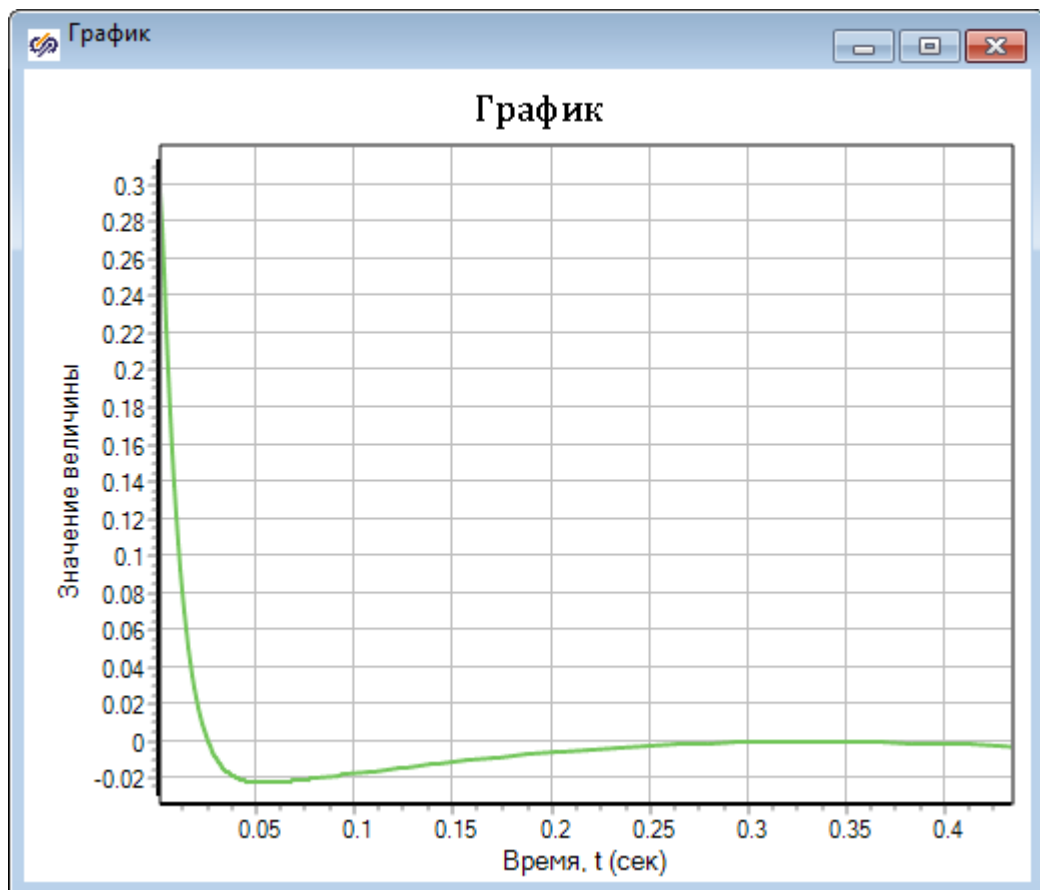
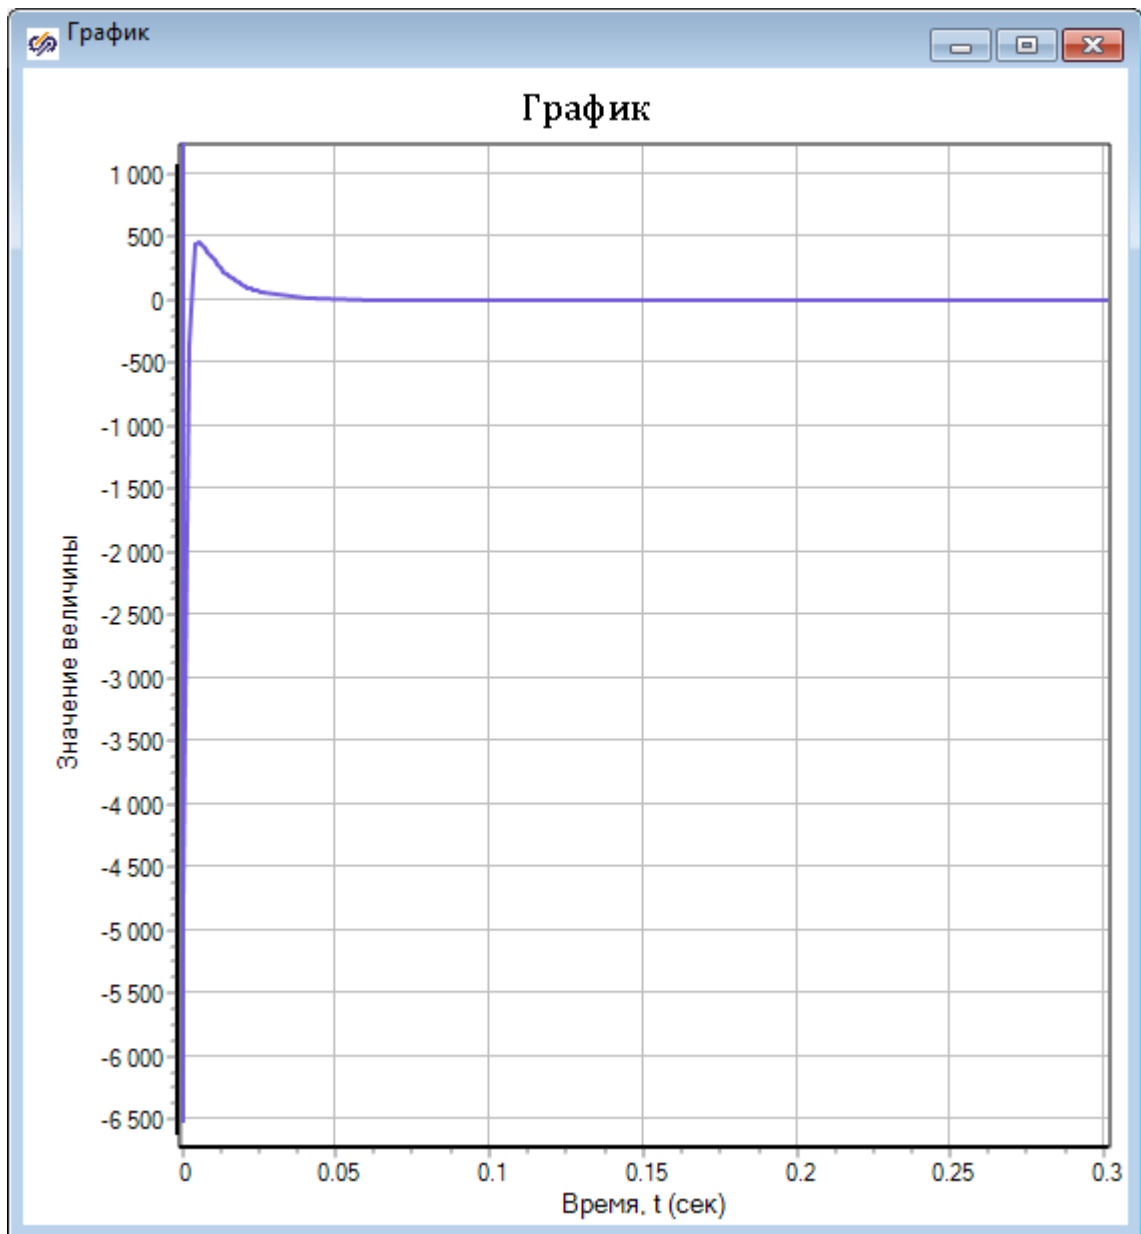

Рис. 4.13. График изменения угла отклонения маятника от вертикали
Рис. 4.14. График изменения величины усилия, подаваемого на тележку
3. По истечении времени моделирования вы увидите результаты, приведенные на рис. 4.13 и рис. 4.14.